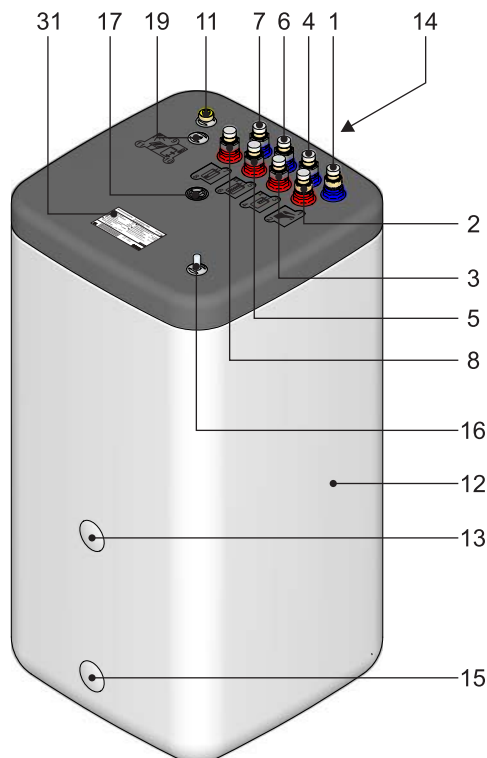
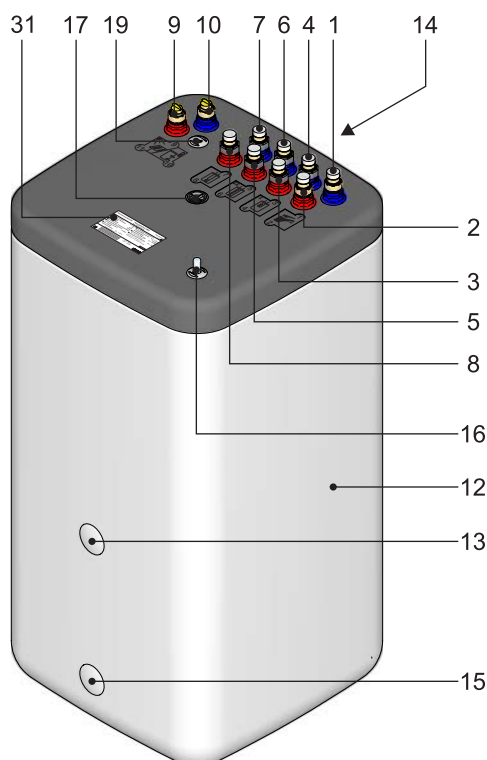
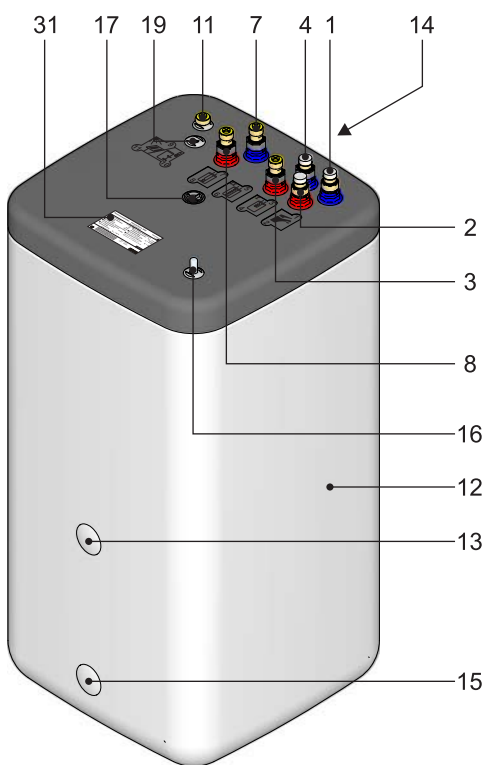
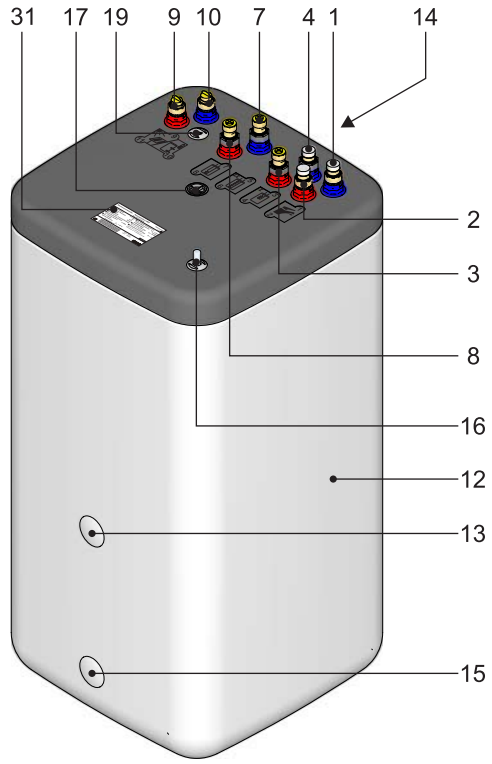

Fig. 4-4 Collegamenti esterni bollitore ad accumulo (rappresentato sul tipo SCS 538/16/16-DB)
Fig. 4-5 Collegamenti esterni bollitore ad accumulo (rappresentato sul tipo SCS 538/16/16-P)
Fig. 4-6 Collegamenti esterni bollitore ad accumulo (rappresentato su HYC 544/32/0-DB $p=0$)
Fig. 4-7 Collegamenti esterni bollitore ad accumulo (rappresentato su HYC 544/32/0-P $+p$)
Se sullo **scambiatore di calore** per la caricamento del bollitore **Drucksolar** (fig. 4-5 / fig. 4-7, pos. 8+9) viene collegato un **riscaldatore esterno** (es. impianto solare a pressione, caldaia a legna), è possibile che il Sanicube / HybridCube ROTEX venga danneggiato o subisca danni irreparabili a causa di una temperatura di mandata eccessiva.
- Ricavare posizione e dimensioni dei collegamenti dalla fig. 4-4 - fig. 4-7.
Tab. 4-1 Legenda per fig. 4-4 / fig. 4-5
Tab. 4-2 Legenda per fig. 4-6 / fig. 4-7
- Collegare il tubo flessibile di scarico al raccordo del troppopieno di sicurezza (fig. 4-4 - fig. 4-7, pos. 14) sul bollitore ad accumulo.
- Collegare l'alimentazione dell'acqua fredda al bollitore ad accumulo (fig. 4-4 - fig. 4-7, pos. 1).
- Stabilire i collegamenti alla rete di distribuzione dell'acqua calda (fig. 4-4 - fig. 4-7, pos. 2).
- Sanicube:** con il collegamento lato riscaldamento del bollitore ad accumulo, è imprescindibile assicurare un adeguato sfiato delle tubazioni di carica del bollitore (ad es. impiegando sfiati automatici sui collegamenti pos. 3 - 6, fig. 4-4 / fig. 4-5).